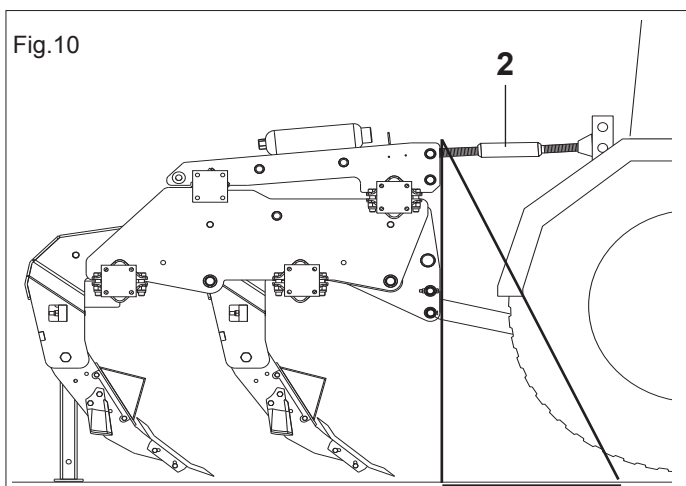

Fig.10
- 2) Der Oberlenker (2 Fig.10) ankuppeln. Der Bolzen muß durch seinen Splint blockiert werden; mit der Einstellzugstange (2 Fig.10) die Sämaschine senkrecht zum Boden ausrichten.